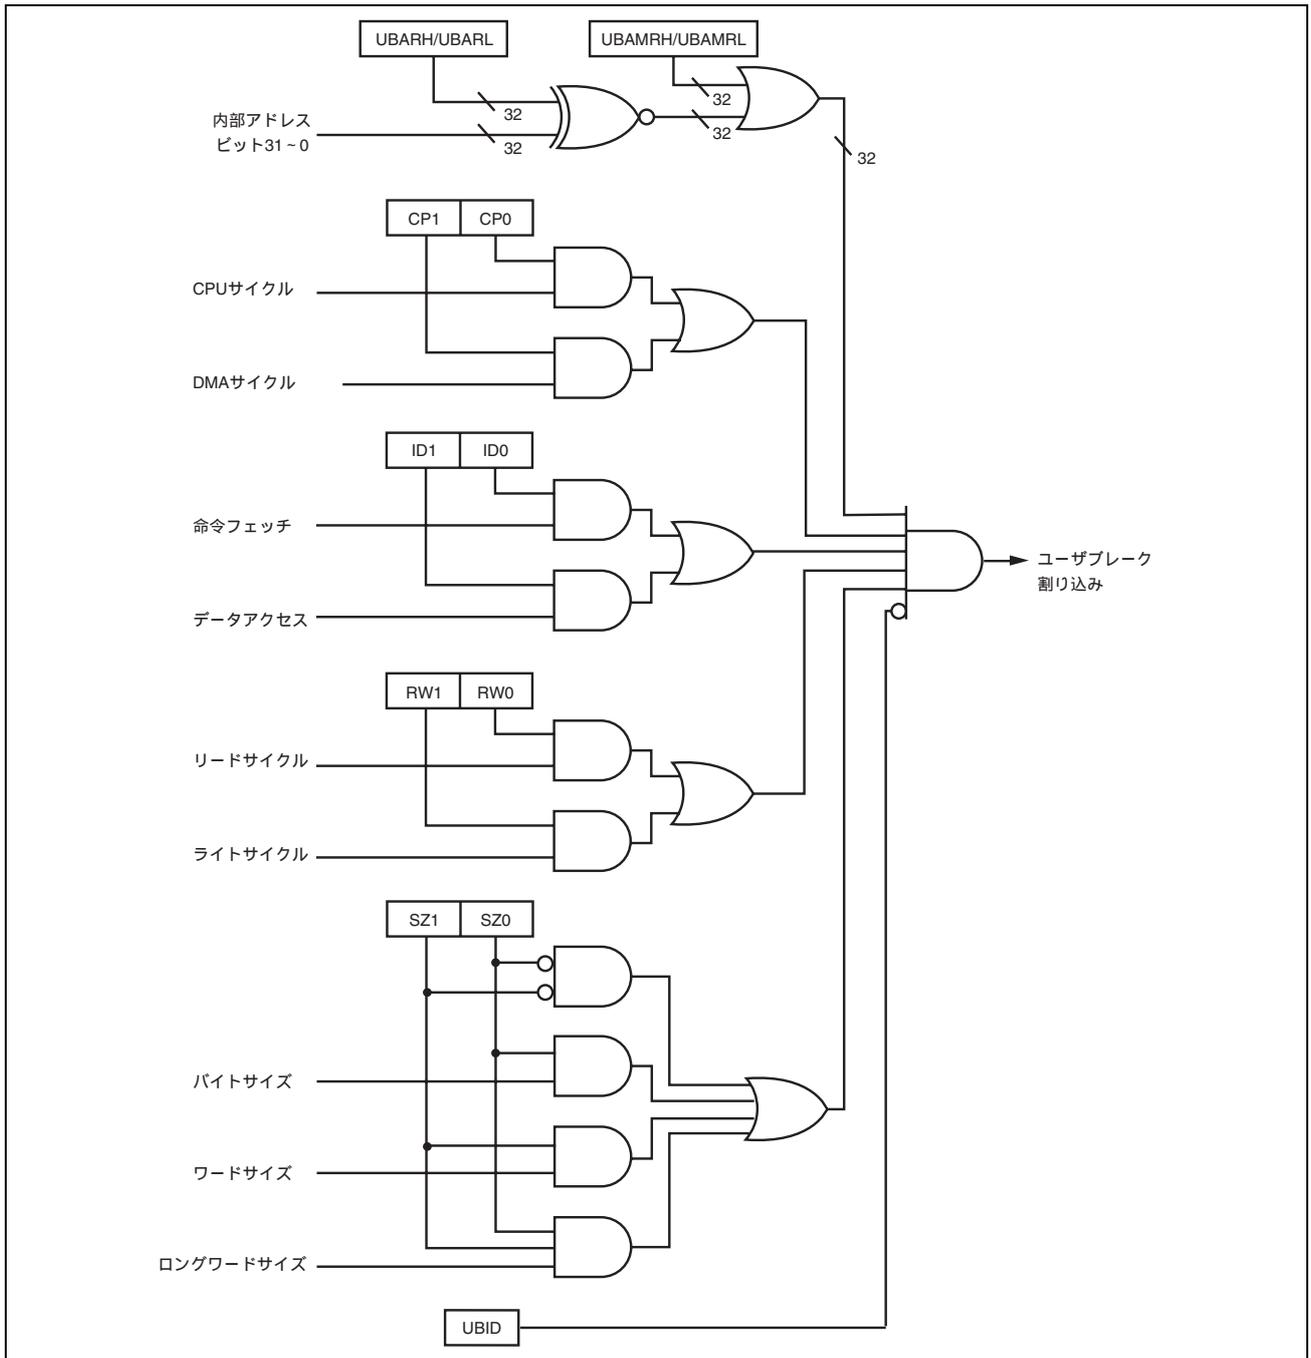

図 8.2 ブレイク条件判定方式
- (1) ブレーク条件のうち、ユーザブレークアドレスをユーザブレークアドレスレジスタ (UBAR)、アドレスの中のマスクしたいビットをユーザブレークアドレスマスクレジスタ (UBAMR)、ブレークするバスサイクルの種類をユーザブレークバスサイクルレジスタ (UBBR) に設定してください。UBBRのCPUサイクル/DMAサイクルセレクトビット (CP1、CP0)、命令フェッチ/データアクセスセレクトビット (ID1、ID0)、リード/ライトセレクトビット (RW1、RW0) のいずれか1組でも00 (ユーザブレーク割り込みは発生させない) にセットされていると、他の条件が一致してもユーザブレーク割り込みは発生しません。ユーザブレーク割り込みを使用したいときは、必ずこれら3組のビットすべてに条件を設定してください。
- (2) UBCは、設定した条件が成立したかどうかを図8.2に示す方式で判定します。ブレーク条件が成立すると、UBCは割り込みコントローラ (INTC) に、ユーザブレーク割り込み要求信号を送ります。同時に条件一致信号をUBCTRIG端子にCKS1,0ビットで設定されたパルス幅で出力します。
- (3) ユーザブレーク割り込み要求信号を受け取ると、INTCは優先順位の判定を行います。ユーザブレーク割り込みは優先レベル15なので、ステータスレジスタ (SR) の割り込みマスクビット (I3~I0) がレベル14以下のとき、受け付けられます。I3~I0ビットがレベル15のとき、ユーザブレーク割り込みは受け付けられませんが、受け付けられるようになるまで保留されます。したがって、NMI例外処理では、I3~I0ビットはレベル15になりますので、NMI例外サービスルーチン中はユーザブレーク割り込みは受け付けられませんが、NMI例外サービスルーチンの先頭でI3~I0ビットをレベル14以下に変更すれば、それ以後ユーザブレーク割り込みが受け付けられるようになります。優先順位判定については、「第7章 割り込みコントローラ (INTC)」を参照してください。
- (4) INTCは、ユーザブレーク割り込みの要求信号をCPUに送ります。これを受け取ると、CPUはユーザブレーク割り込み例外処理を開始します。割り込み例外処理については、「7.4 動作説明」を参照してください。